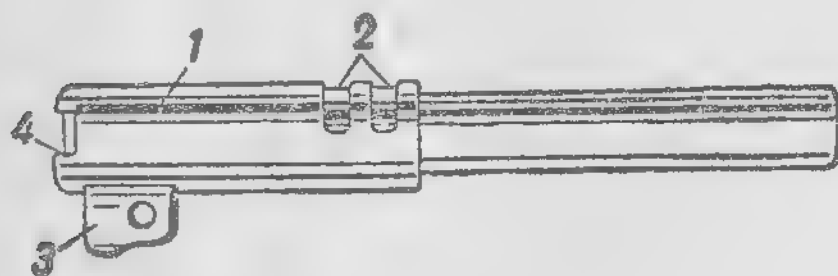

Рис. 43. Ствол:
**88. Ствол** (рис. 43) служит для направления полета пули. Он помещается в кожухе затвора и соединяется с рамкой пистолета при помощи **серьги**. Внутри он имеет: **канал** с четырьмя нарезами, вьющимися слева вверх направо, для сообщения пуле вращательного движения при полете; промежутки между двумя нарезами называются **полями**; расстояние (по диаметру) между двумя противоположными полями называется калибром канала ствола, который равен 7,62 мм; **патронник** для помещения патронов.